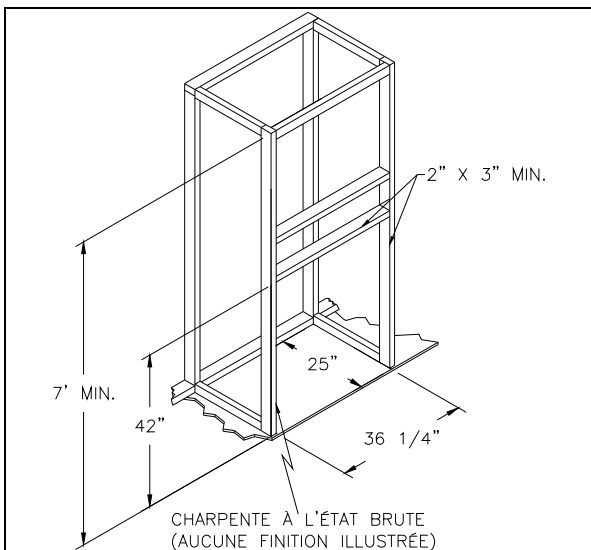

Figure 9
- C. Encadrez le foyer avec des colombages verticaux sur les côtés, du plancher au plafond (voir figure 9). Si vous utilisez un revêtement combustible, placez les colombages en retrait du rebord avant du foyer, d'un espace équivalant à l'épaisseur du matériel de revêtement afin que le revêtement puisse être installé de façon à ce qu'il soit au même niveau que le devant du foyer. Encadrez les renforts entre les colombages uniquement comme décrit ci-dessous :